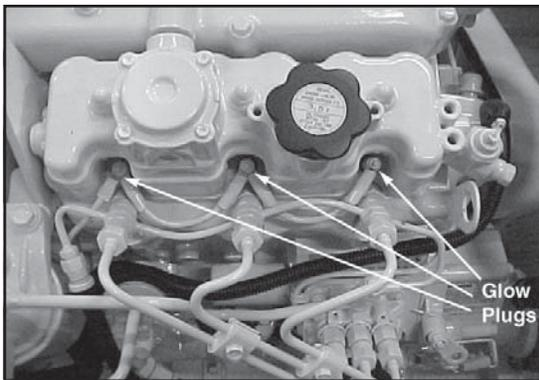

Figura 19: Bujías de calentamiento
2. Para verificar las bujías de calentamiento, afloje el cable portador de la corriente entre el polo positivo de la batería y el polo positivo de la bujía de calentamiento. (Figura 19). Conecte una bombilla de prueba CC entre el polo positivo de la batería y el polo positivo de la bujía de calentamiento. Si la bombilla se prende, la bujía está funcionando apropiadamente.